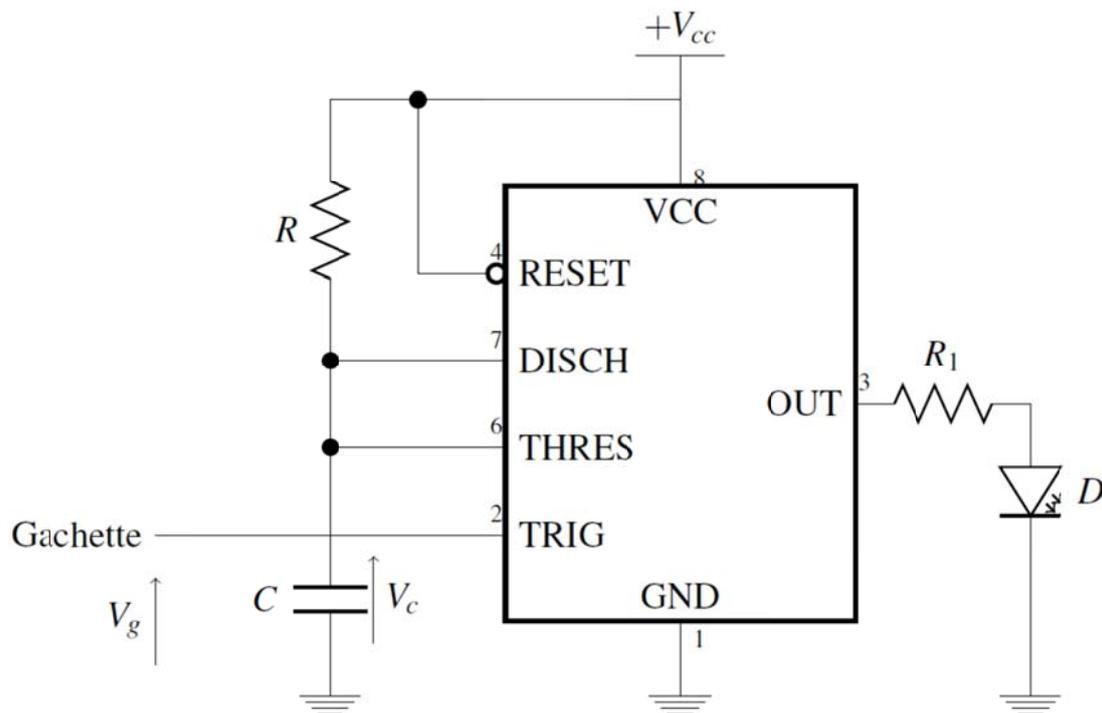

Figure 2 : Monostable NE555 avec une DEL en sortie
5. On souhaite observer les impulsions sur la tension de sortie à l'aide d'une diode électroluminescente (DEL), conformément au schéma représenté à la Figure 2. Quel est l'intérêt de la résistance  $R_1$ ? Dimensionner la résistance  $R_1$  (on choisira un courant de  $10\ \text{mA}$  pour la DEL en conduction).